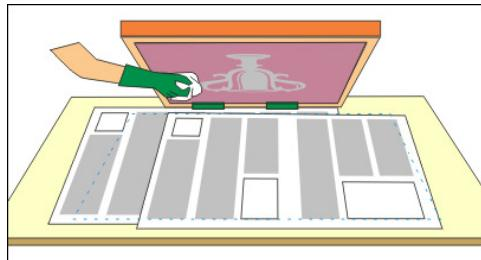

Imagen 427_06
- 6- Ahora con estopas limpias y solvente frotar por ambos lados la pantalla hasta que no queden trazas ni matices de tinta (Imagen 427_05)